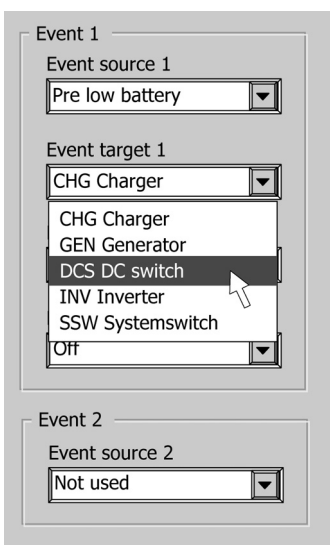

Abbildung 15
- 4 Wählen Sie den Namen der Vorrichtung, die im Falle dieses Ereignisses Maßnahmen ergreifen soll: *Ereignisziel*. (Beispiel: DC-Schalter) (Abbildung 15)